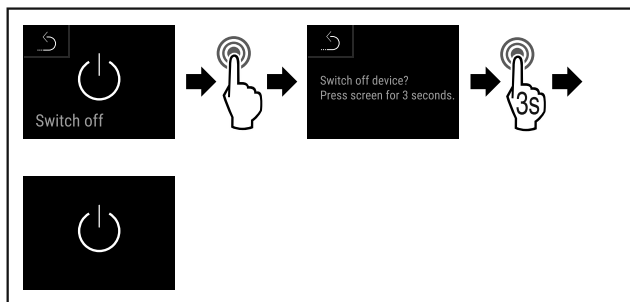

Fig. 67
- ▶ Eseguire i passi (vedere Fig. 67) .